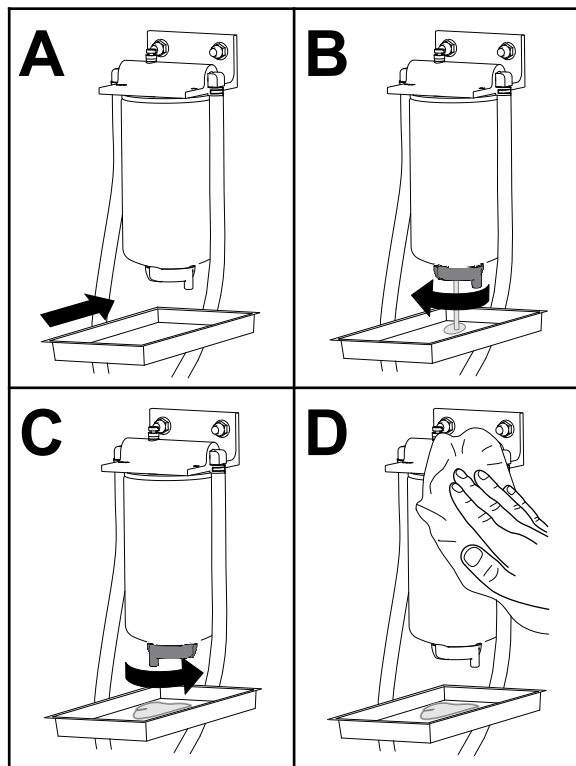

Рисунок 99
1. Слейте воду из водоотделителя топливной системы, как показано на Рисунок 99.